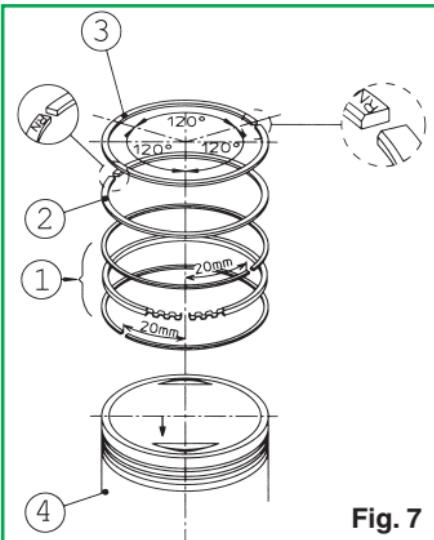

Fig. 7
- Inserire l'espansore del segmento raschiaolio nella apposita cava sul pistone, inserire l'elemento raschiaolio inferiore e successivamente l'elemento raschiaolio superiore completando il montaggio del raschiaolio (Fig. 7 - Part. 1).
- Montare il secondo segmento con la stampigliatura N rivolta verso la parte superiore del pistone come indicato in Fig. 7 - Part. 2.
- Inserire il primo segmento di compressione con la stampigliatura N rivolta verso la parte superiore del pistone come indicato in Fig. 7 - Part. 3.
- Posizionare le aperture dei tagli delle fasce elastiche come indicato in Fig. 7.
- Posizionare il pistone sulla biella e inserire il nuovo spinotto. Accertarsi che la freccia punzonata sul cielo del pistone sia rivolta dal lato scarico (Fig. 7 - Part 4).
- Ricontrollare che le aperture dei tagli delle fasce elastiche siano posizionate come indicato in Fig. 7.
- Spegnere il motore, effettuare un ulteriore spurgo allentando il bullone (Fig. 7).